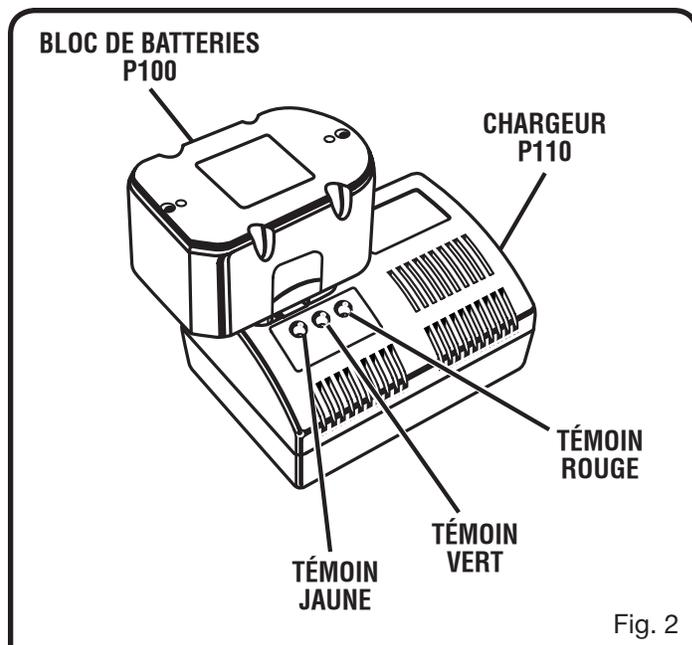

Fig. 2
- Aligner la nervure du bloc de batteries sur la rainure du chargeur et insérer le bloc dans le chargeur. *Voir la figure 2.*